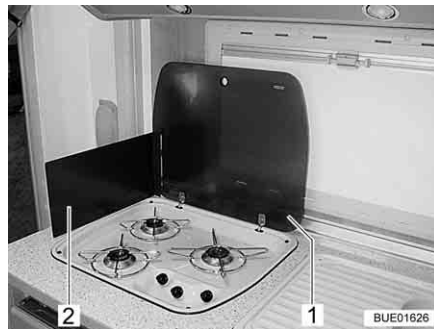

Fig. 215 Cocina de gas
- Abrir la tapa (Fig. 215,1) de la cocina de gas.
- Según el modelo, desplegar o colocar el protector de llama (Fig. 215,2).